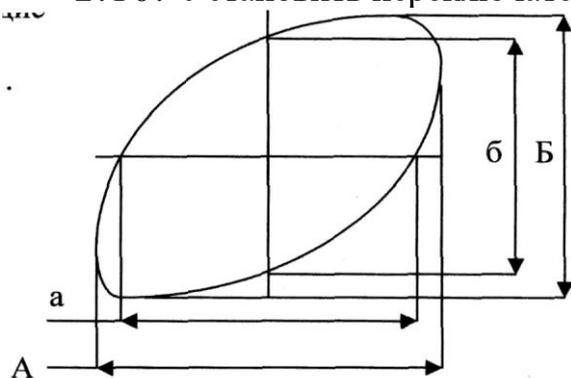

Рис. 2.
2.7. Определить с помощью масштабной сети размеры a , b , A , B (см. рис. 2). Произвести вычисление $\Delta\varphi$, используя формулу: